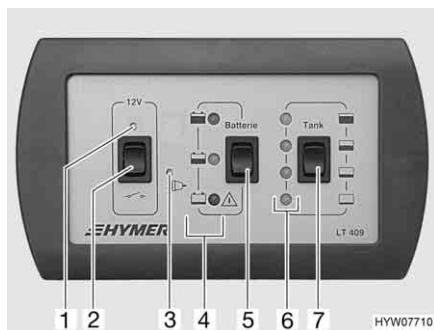

Fig. 81 Pannello di controllo LT 409
L'interruttore principale a 12 V (Fig. 81,2) inserisce e disinserisce l'alimentazione a 12 V dell'abitacolo.
**Accensione:** ■ Premere in alto il pulsante basculante (Fig. 81,2) "12 V": L'alimentazione a 12 V dell'abitacolo è inserita. La spia di controllo a 12 V (Fig. 81,1) diventa verde.
**Spegnimento:** ■ Premere in basso il pulsante basculante (Fig. 81,2) "—": L'alimentazione a 12 V dell'abitacolo è disinserita. La spia di controllo a 12 V (Fig. 81,1) si spegne.
La spia gialla di controllo a 230 V (Fig. 81,3) si accende quando all'ingresso dell'apparecchio per l'alimentazione elettrica è presente una tensione di rete. La batteria dell'abitacolo è carica.
Con il pulsante basculante "Batterie" (batteria) (Fig. 81,5) è possibile verificare lo stato di carica della batteria dell'abitacolo.
**Indicazione:** ■ Premere il pulsante basculante "Batterie" (batteria) (Fig. 81,5): Viene indicato lo stato di carica della batteria dell'abitacolo.
Dopo aver premuto il pulsante basculante, si accende la spia di controllo rossa, gialla o verde (Fig. 81,4):
Con il pulsante basculante "Tank" (serbatoio) (Fig. 81,7) è possibile verificare il livello del serbatoio dell'acqua.
- Premere il pulsante basculante "Tank" (serbatoio) (Fig. 81,7): Viene indicato il livello del serbatoio dell'acqua.
Dopo aver premuto il pulsante basculante, si accendono le spie di controllo (Fig. 81,6):